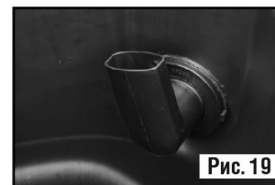

Рис. 19
- Перепускная линия, закрученная во вторую перегородку, поможет поддерживать максимальный уровень воды в пруду после дождя, обеспечивая корректную работу скиммера и препятствуя перетеканию воды через края подкладки (см. Рис. 19). Информация о перепускной линии также приведена на странице 6.